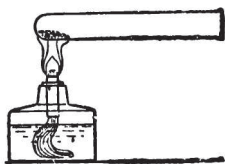

Рис. 9
■ **Опыт 1.** Нагрейте в пробирке очень немного (рис. 9) зеленого порошка — *углемедной*